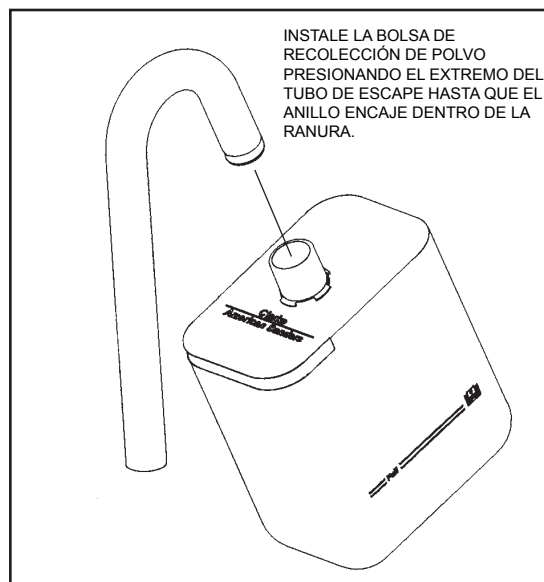

Figura 10
1. Instale la bolsa de recolección de polvo presionando el extremo del tubo de escape hasta que el anillo encaje dentro de la ranura (figura 10). El mejor modo de hacer esto es presionando la parte posterior de la abertura de la bolsa con la palma de su mano.